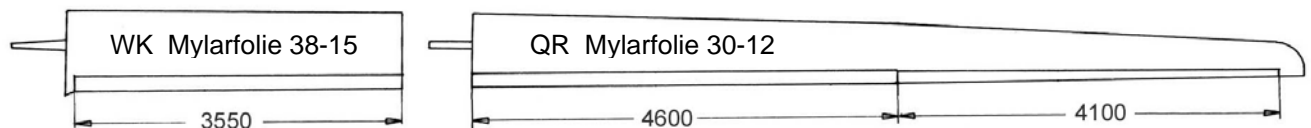

FIG. 2
- 4.4 Das Abdeckband (3) für WK (Mylarfolie, 38-15 mm breit) und das Abdeckband (4) für QR (Mylarfolie, 30-12 mm breit) nach Fig. 2 auf entsprechend lange Stücke schneiden.